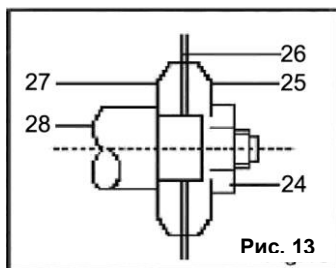

Рис. 13
- Двумя гаечными ключами (поставляемыми в комплекте) ослабить (левосторонняя резьба) гайку (24, Рис.13)
- Снять внешний фланец (25, Рис.13), затем – режущий диск (26, Fig. 13)